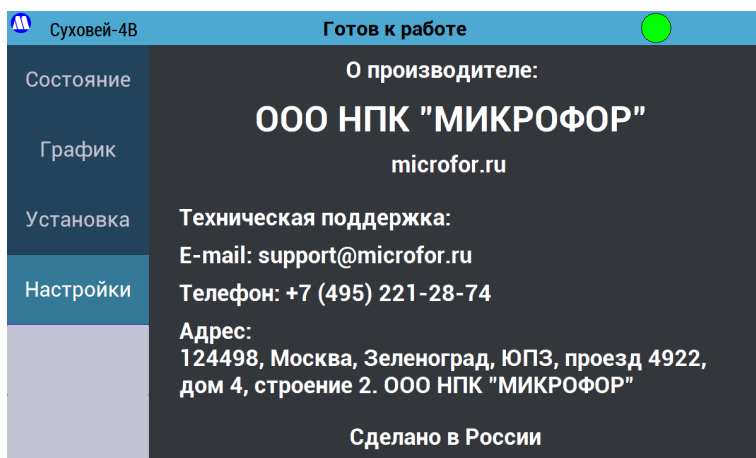

Рисунок 23 – Экран «О производителе».
7.2.11.6. Кнопка «**О производителе**» выводит экран (Рисунок 23) с контактными данными производителя генератора.